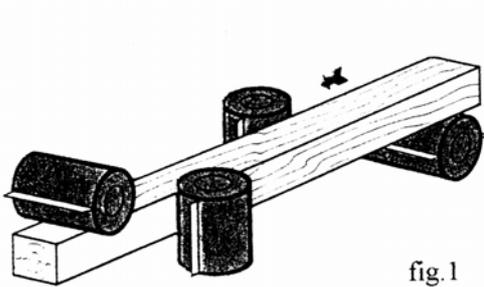

fig.1
1. Rabotage quatre faces (fig1).